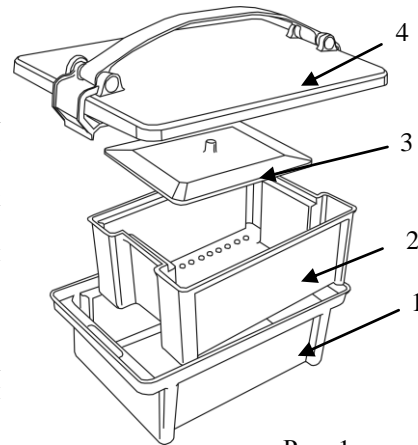

Рис. 1
1.5.1 Контейнер (см. рисунок 1) состоит из корпуса 1, представляющего собой емкость прямоугольной формы, перфорированного поддона 2, пластины 3, обеспечивающей полное погружение в дезинфектант обрабатываемых изделий; и крышки 4, которая имеет ручку для удобства переноски, уплотнитель и защелки, обеспечивающие плотное прилегание крышки к корпусу.